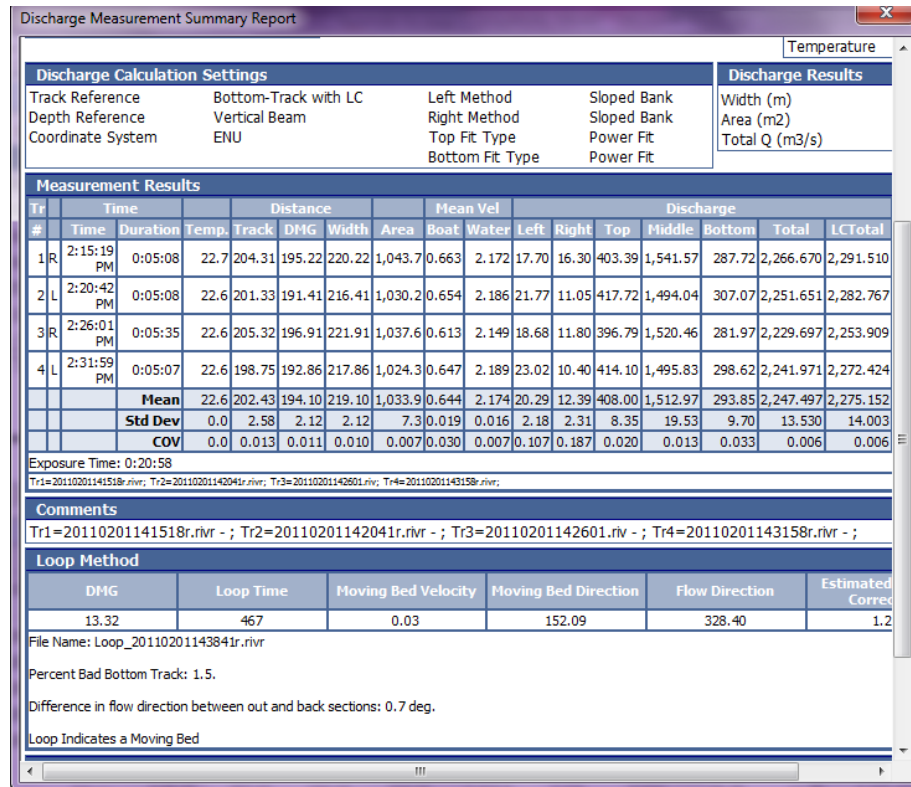

Figura 110. Reporte de Resumen del Gasto
7. Presione en el icono **Reporte de Resumen de Gasto+(Discharge Summary Report)** debajo de la barra **Resumen de Gasto+(Discharge Summary)** para generar el reporte final. El informe final muestra un análisis completo del Método de doble recorrido junto con los valores del gasto medidos y corregidos mediante dicho método como lo muestra la *figura 110*: